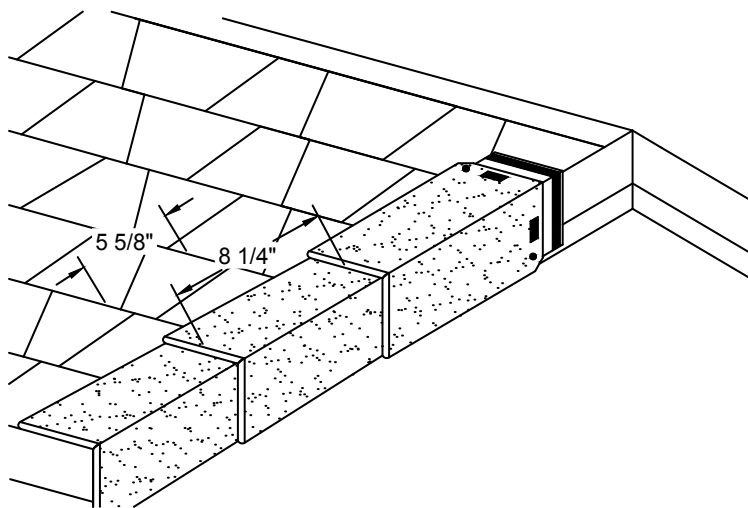

Figure 27 – Pose des bardeaux EZ-Ridge™ sur les rives de toit
3. **Remarque** : La pose à l'aide de clous risque de nuire à l'esthétique des bardeaux EZ-Ridge™. **(Voir la Figure 27)**